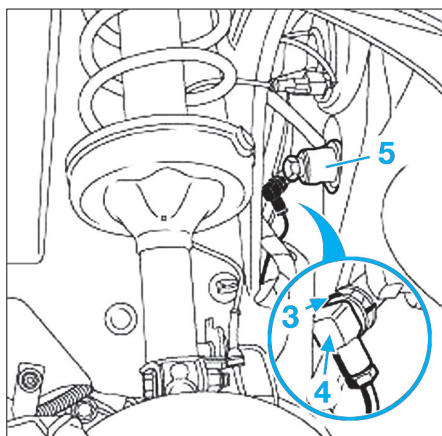

Fig. 6
- Déposer l'agrafe de maintien (3) de la canalisation (4) sur l'émetteur (5) (Fig.6).
- Dévisser puis extraire le cylindre émetteur d'embrayage hydraulique (5).